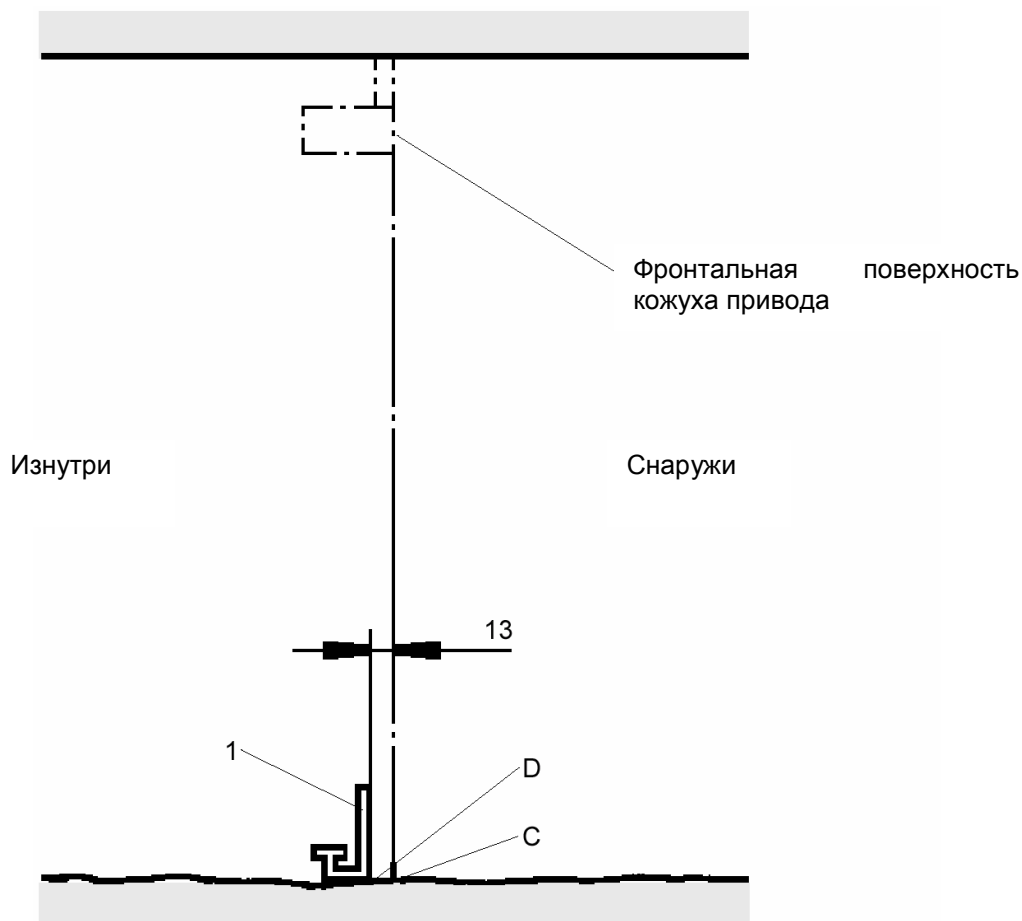

Рис. 2.7 - Выставление направляющего профиля
2. Выставить направляющий профиль (1) параллельно промаркированной на полу линии С в 13-ти мм внутрь помещения (см рисунок 2.7). Начертить линию D на полу для боковых неподвижных панелей двери (см. Инструкцию по монтажу фасадных панелей с профильной системой 90 фирмы Gilgen").